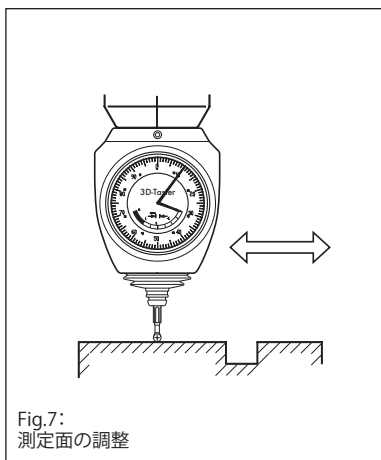

Fig.7: 測定面の調整
### [6] 面の調整(Fig.7)
- 上記の状態で作動してワーク表面に沿って3Dセンサーを動かして下さい(Fig.7)。ダイヤルゲージ上では機械軸に対する測定面のずれが表示されます。